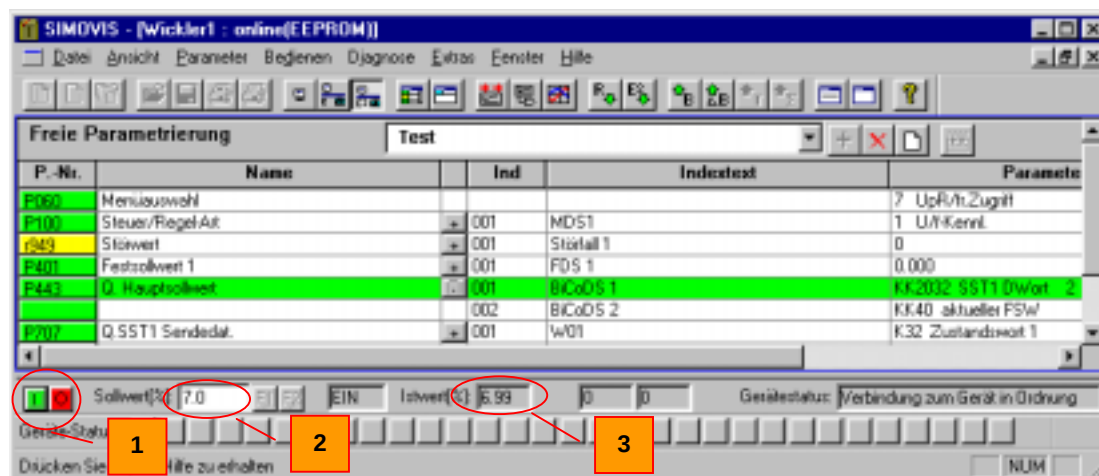

Fig. 5-26 Barra de comando
- ◆ LIGAR/DESLIGAR (fig. 5-26 [1]).
- ◆ Entrada de valor nom. e exibição do valor atual(fig.5-26[2] [3]).